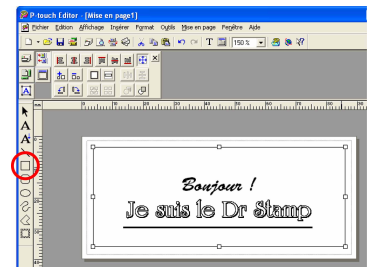

figure 16
- 1 Sélectionnez l'outil Boîte puis faites glisser le curseur dans la zone de mise en page pour dessiner le cadre souhaité (voir la figure 16).